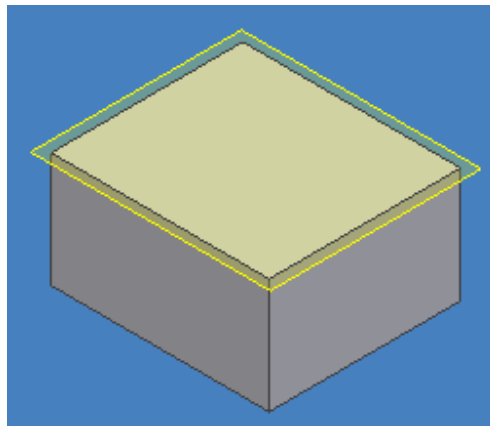

Figura 3.38 Creación del plano de trabajo.
- Una vez seleccionada tres esquinas se generara el plano de trabajo deseado. Abra se menú auxiliar y seleccione DONE para finalizar, figura 3.38.